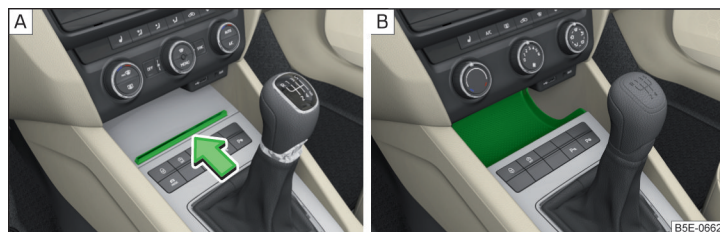

Fig. 78 Abrir compartimento guardaobjetos / Compartimento guardaobjetos no cerrado
- Para **abrir**, presionar sobre el borde de la tapa en el sentido de la flecha » fig. 78 - **A**.
Ciertos modelos no disponen ninguna tapa del compartimento guardaobjetos » fig. 78 - **B**.